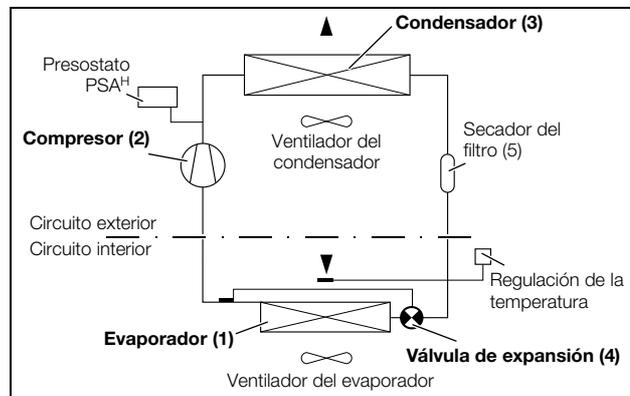

Imagen 2: Circuito de refrigeración
El refrigerador (instalación frigorífica de compresión) consta de cuatro componentes básicos (ver imagen 2): Evaporador (1), compresor del medio refrigerante (2), condensador (3), así como válvula de regulación o de expansión (4), unidos entre si por medio de tuberías. Este circuito contiene un agente ligeramente hirviendo, el fluido frigorífico. El medio refrigerante R134a ( $\text{CH}_2\text{FCF}_3$ ) está exento de cloro. Su capacidad de destrucción del ozono (OZP) es 0.